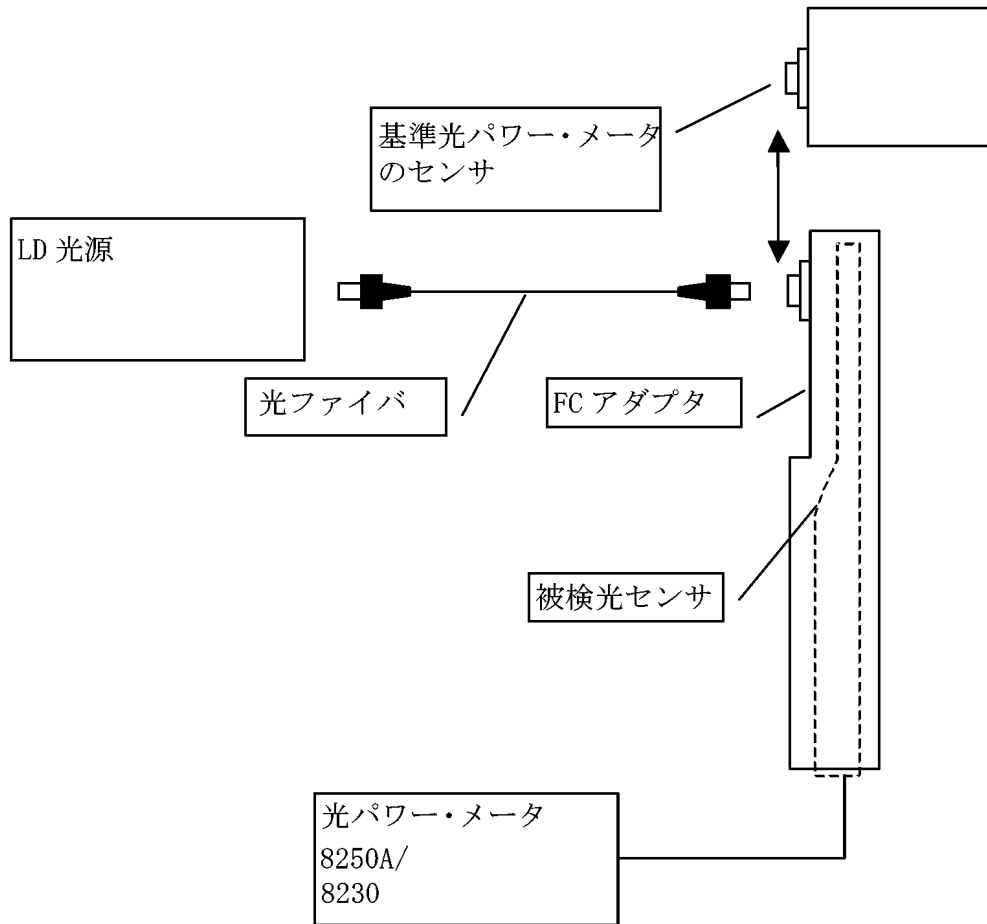

図 6-2 光センサのパフォーマンス・テスト接続図
4. 図 6-2 を参照し、光源と基準光パワー・メータを光ファイバで接続します。
6. 図 6-2 を参照し、光源と被検パワー・メータを光ファイバで接続します。